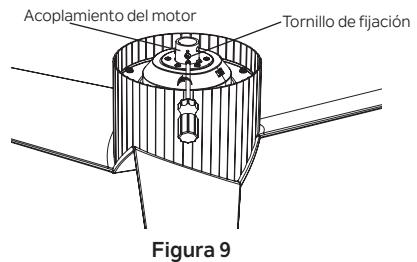

Figura 9
**Paso 3.** Afloje los dos tornillos de fijación en el acoplamiento del motor. (Figura 9)